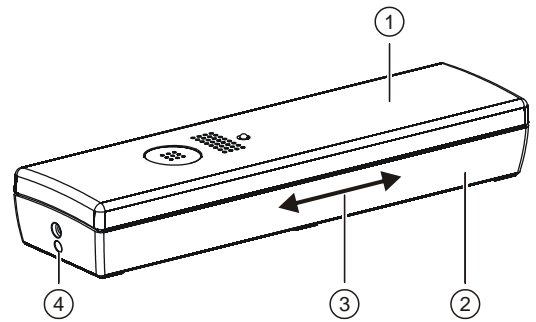

Fig. 1
- Housing bottom (see Fig. 1, [2])
- Housing cover (see Fig. 1, [1])
1. Open the housing. The housing cover can be unlocked with a pin through the hole on the housing bottom (see Fig. 1, [4]).
The housing must be positioned according to the project planning instructions (please consider good radio propagation and accessibility). Consider a sufficient distance to actuate the reed contact with a magnet (see Fig. 1, [3]) and to open the housing for battery exchange (at min. 10 cm).
5. Make sure the housing cover engages (see Fig. 1, [1]).
- Gehäuseboden (siehe Fig. 1, [2])
- Gehäusedeckel (siehe Fig. 1, [1])
1. Öffnen Sie das Gehäuse. Der Gehäusedeckel kann mit einem Stift durch das Loch im Gehäuseboden (siehe Fig. 1, [4]) entriegelt werden.
Das Gehäuse muss gemäss den Projektierungsangaben positioniert werden (auf gute Funkausbreitung und einfache Zugänglichkeit achten). Achten Sie auf genügend Abstand für die Betätigung des Reed-Kontakts mit einem Magneten (siehe Fig. 1, [3]) und für das Öffnen des Gehäuses für den Batteriewechsel (mind. 10 cm).
5. Rasten Sie den Gehäusedeckel (siehe Fig. 1, [1]) ein.
- fond du boîtier (voir Fig. 1, [2])
- couvercle du boîtier (voir Fig. 1, [1])
1. Ouvrez le boîtier. Le couvercle du boîtier peut être déverrouillé au moyen d'une pointe via le trou situé dans le fond du boîtier (voir Fig. 1, [4]).
Le boîtier doit être positionné conformément aux indications de planification (veillez à une bonne propagation des ondes et à une bonne accessibilité). Veillez à ce que la distance soit suffisante pour l'actionnement du contact à lames souples avec un aimant (voir Fig. 1, [3]) et pour l'ouverture du boîtier pour le remplacement des piles (au moins 10 cm).
5. Encliquez le couvercle du boîtier (voir Fig. 1, [1]).